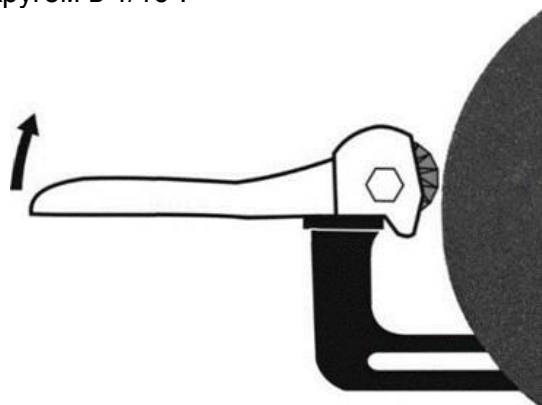

Рисунок 8 Правка круга
1. Сдвиньте подручник для обеспечения пространства для правильного устройства (Рисунок 8). Закрепите подручник.